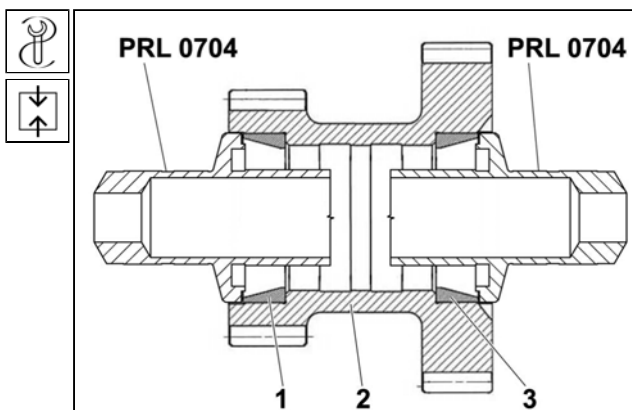

Рис. 4.79 Запрессовка внутренних колец подшипников
40. Измерить толщину концевой измерителя **4** (Смт. Рис. 4.79) „U“ с помощью микрометра (штангенинструмента).